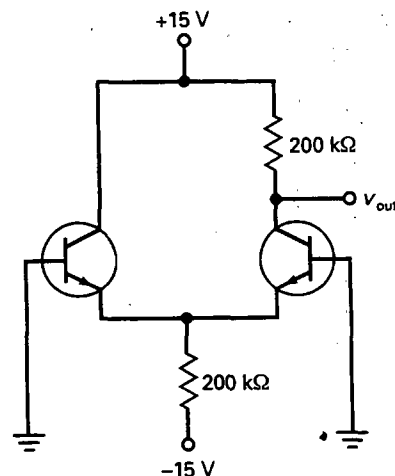

Figura 17-34
- 17-3. ¿Cuáles son las corrientes y tensiones ideales en la Figura 17-34?
- 17-18. En la Figura 17-34 se usan erróneamente 20 k Ω en lugar de la resistencia de colector de 200 k Ω . ¿Cuánto vale la tensión de salida?
- 17-19. En la Figura 17-34, v_{out} es casi cero. La corriente de polarización de entrada es de 80 nA. ¿Cuál de las siguientes afirmaciones describe el problema?
- 17-20. En la Figura 17-34 los transistores son idénticos con $\beta_{dc} = 200$. ¿Cuál es la tensión de salida?
- 17-21. ¿Cuáles son las tensiones de las bases en la Figura 17-34 si cada transistor tiene $\beta_{dc} = 300$?
- 17-24. A temperatura ambiente, la tensión de salida de la Figura 17-34 tiene un valor de $7,5\text{ V}$. A medida que la temperatura se incrementa, disminuye el V_{BE} de cada diodo de emisor. Si el V_{BE} de la izquierda disminuye 2 mV por grado y el V_{BE} de la derecha disminuye $2,1\text{ mV}$ por grado, ¿cuál es la tensión de salida a 75°C ?